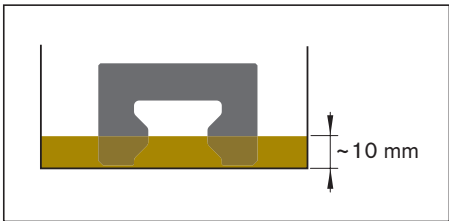

图 2
- ▶ 对于规格 20 的低型前置润滑单元: 将前置润滑单元浸入 10 mm 深的润滑油内, 并静置约 36 个小时 (参见图 2)。
- ▶ 规格 20 的低型前置润滑单元不可通过侧面的润滑接口补充润滑油 (参见图 2)。